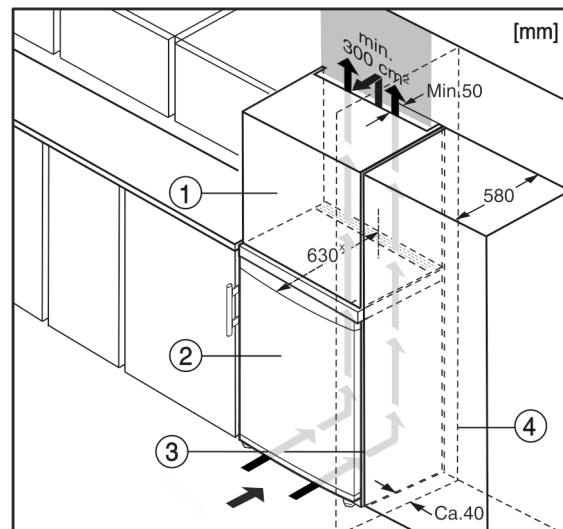

Fig. 10
- (1) Nadstavná skrinka*
- (2) Zariadenie*
- (3) Kuchynská skriňa*
- (4) Stena*
Zariadenie môže byť zabudované medzi kuchynskými skriňami. Aby sa zariadenie Fig. 10 (2) prispôbilo výške kuchynskej linky, môže sa nad zariadením umiestniť nadstavná skrinka Fig. 10 (1).
Pri vstavaní s kuchynskými skriňami (hĺbka max. 580 mm) je možné zariadenie inštalovať priamo vedľa kuchynskej skrine Fig. 10 (3). Zariadenie vyčnieva nabok 34 mm * a v strede zariadenia 50 mm * oproti prednej časti kuchynskej skrine.*
Ak je zariadenie umiestnené so zavesením vedľa steny *Fig. 10 (4)*, musí vzdialenosť medzi zariadením a stenou činiť minimálne 40 mm. To zodpovedá presahu držadla pri otvorených dverách.*